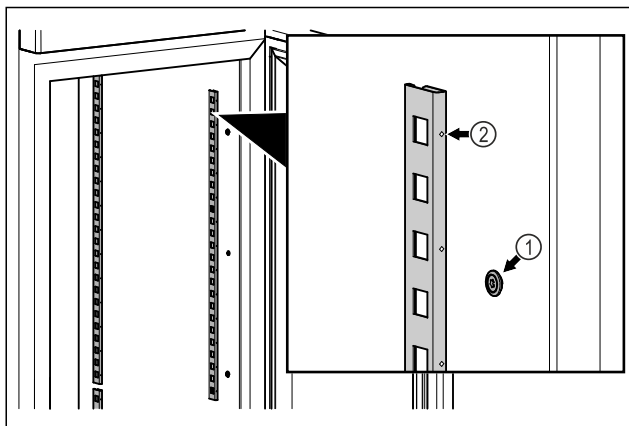

Fig. 79 Примерно изображение
- ▶ Закачете заключващите ленти в окачването Fig. 79 (1). Маркировката Fig. 79 (2) трябва да сочи напред.